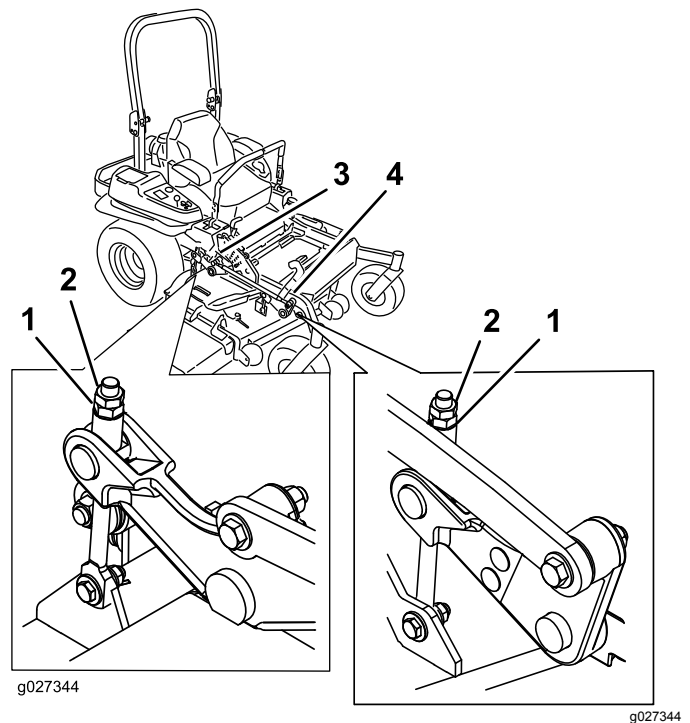

**Figure 94**
9. De chaque côté du plateau de coupe, mesurez la distance entre la surface plane et la pointe avant de la lame (position A), comme montré à la Figure 94.
16. De chaque côté du plateau de coupe, mesurez la distance entre la surface plane et la pointe arrière de la lame (position B), comme montré à la Figure 94.